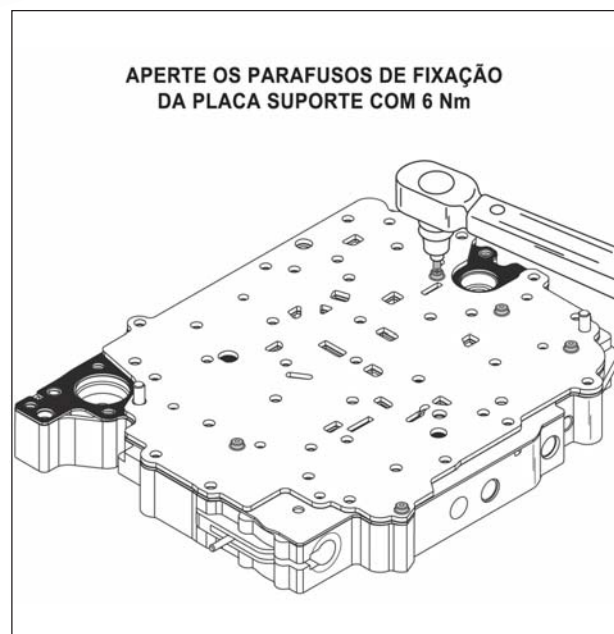

Figura 219
30. Aperte os parafusos da placa suporte com um torque de 6 Nm., conforme mostra a figura 219.